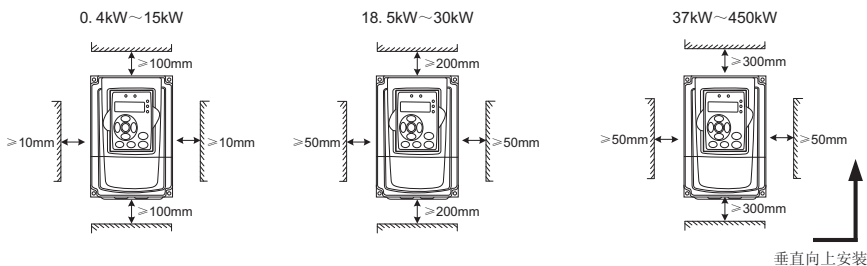

图3-1 变频器安装空间要求
- 1) 安装空间要求如图3-1所示，需保证变频器有足够的散热空间。预留空间时请考虑柜内其它器件的散热情况；